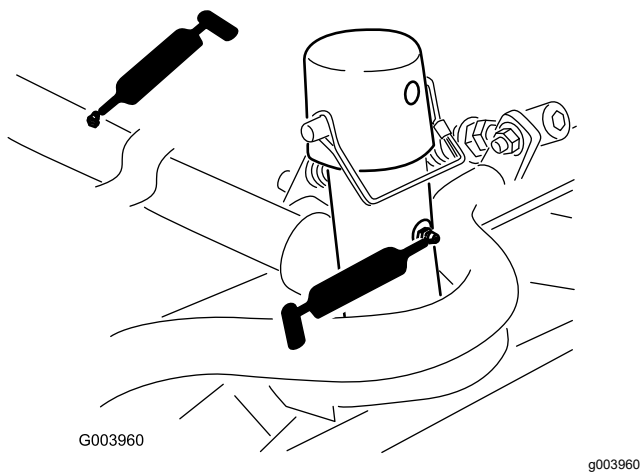

Рисунок 72
- Несущая рама и ось поворота режущего блока (по 2 шт.) (Рисунок 72)